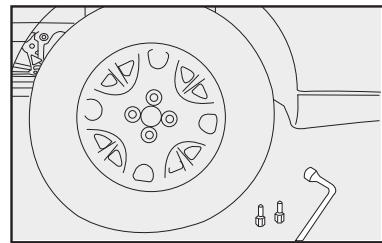

fig. 21
10) Apriete los tornillos, utilizando la llave especial **fig. 21**.